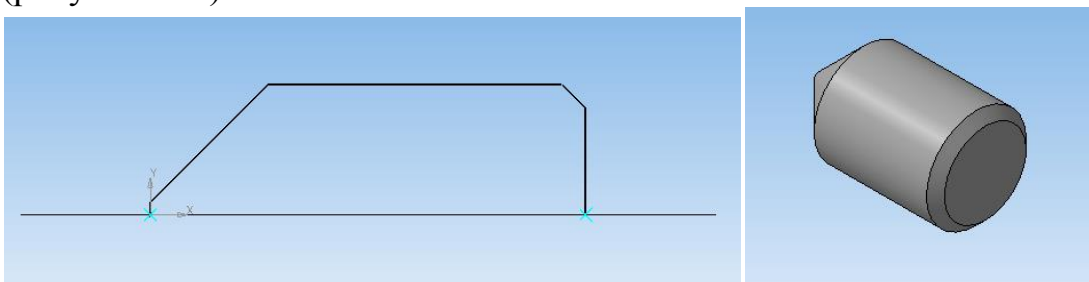

Рисунок 117.
3. Разрушите и отредактируйте изображение (рисунок 117).
4. Выберите команду «*Операция вращения*», создайте тело вращения (рисунок 117).